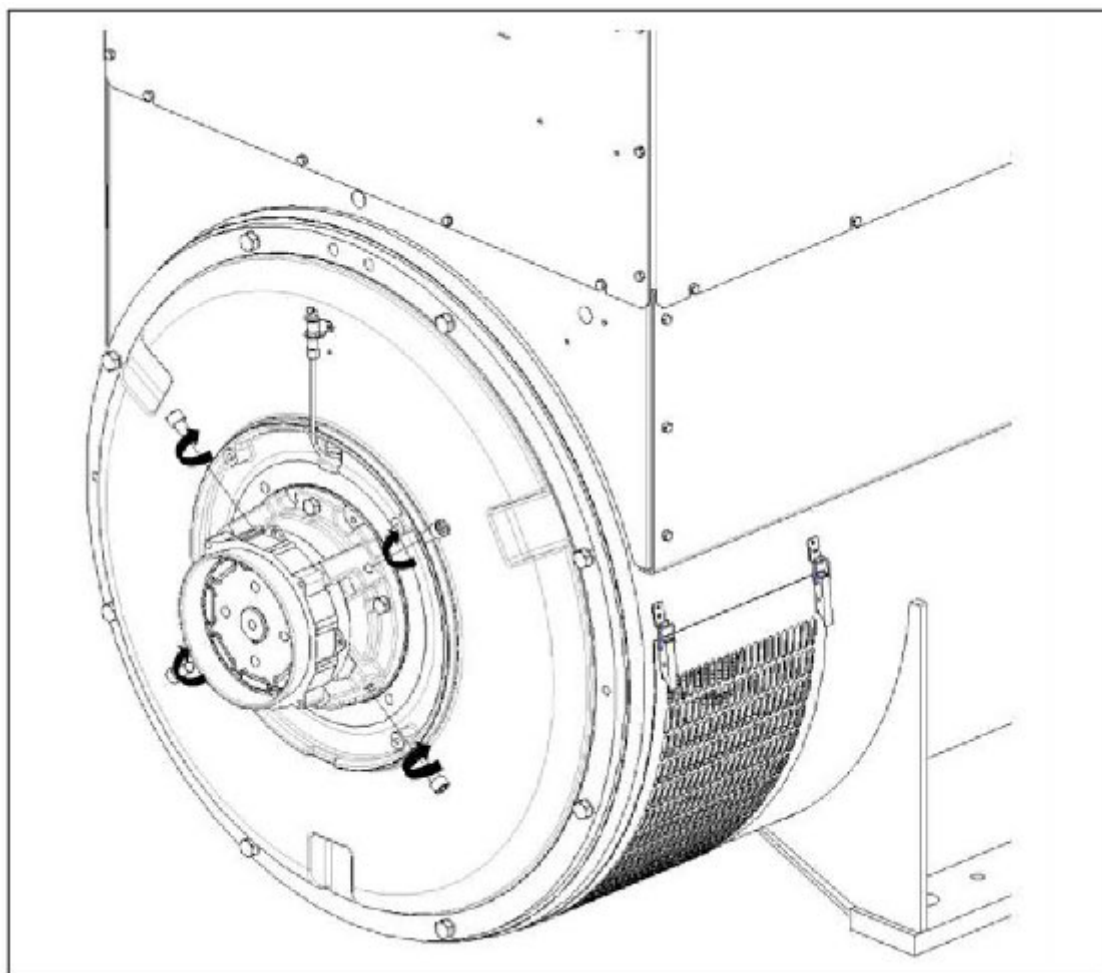

FIGURA 19. INSTRUÇÕES DE INSTALAÇÃO E REMOÇÃO DOS PARAFUSOS DE APOIO AO TRANSPORTE DO ROTOR
4. Substitua os parafusos de apoio ao transporte pelos 4 parafusos obturadores fornecidos e aperte até 50 Nm. Consulte: Figura 19 na página 35.
2. Localize e remova os 4 parafusos obturadores da tampa do rolamento da extremidade não motora. Consulte: Figura 19 na página 35.